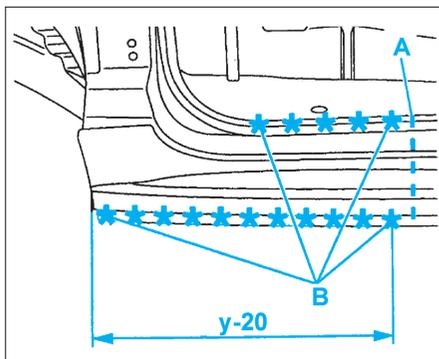

FIG. 48
- Tracer puis découper en A à l'aide d'une meule épaisseur 1 mm (coupe provisoire) (Fig.48).